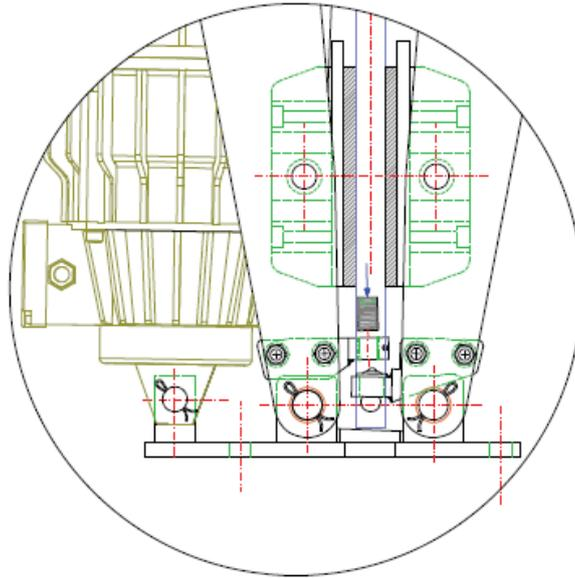

图 8.4.3
3. 之后再制动器制动，即两侧摩擦片抱紧制动盘时，将调整螺栓（第 7 项）插入到支座中并拧入，如图 8.4.3 所示。